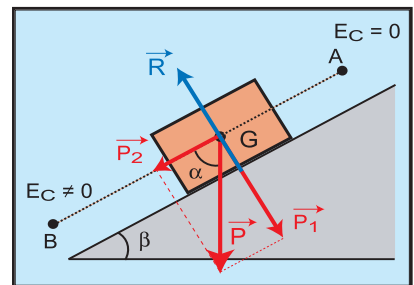

Fig .9
Lâchons un solide (C) sans vitesse initiale sur un plan incliné sans frottement (Fig.9).